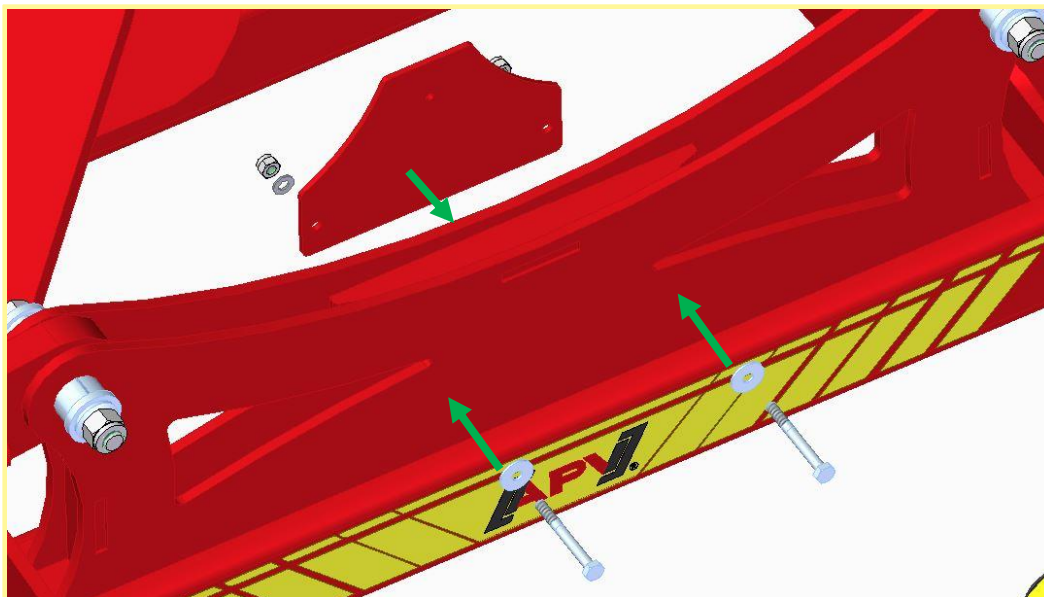

Figure 1 : Montage de la plaque de base sur la fixation de vérin
- 1) Fixer la plaque de base à la fixation de vérin avec 2 vis hexagonales M8x70 avec rondelles de carrosserie M8x25, rondelles d'écartement M8 et écrou indesserrable M8. (Figure 1).